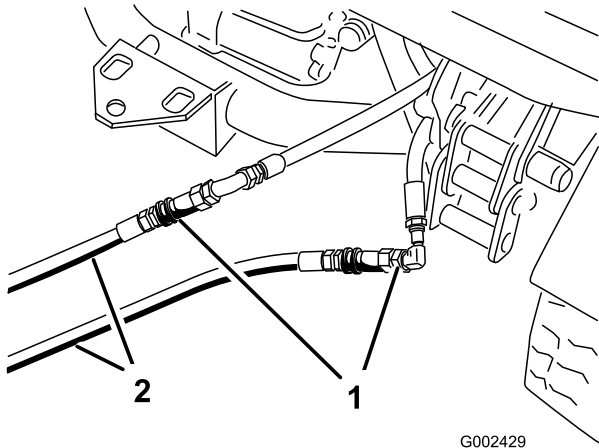

Figure 93
3. Sur le véhicule en panne, branchez les 2 flexibles de dépannage aux flexibles débranchés (Figure 93).